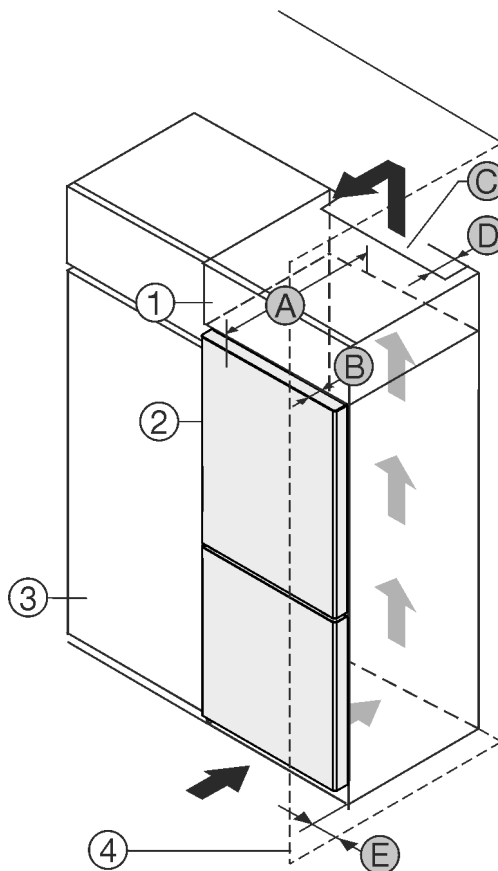

Fig. 1
Puteți amplasa aparatul direct lângă dulapul de bucătărie Fig. 1 (3).
În partea din spate a dulapului suspendat trebuie să existe o fantă de aerisire cu grosimea Fig. 1 (D) pe toată lățimea dulapului suspendat.
Sub tavanul încăperii trebuie să fie respectată secțiunea de ventilație Fig. 1 (C).
Atunci când montați aparatul cu balamalele lângă un perete Fig. 1 (4), distanța dintre aparat și perete trebuie să fie de minim 13 mm.
Atunci când montați aparatul cu balamalele lângă un perete Fig. 1 (4), distanța dintre aparat și perete trebuie să fie de minim 20 mm.
Astfel încât să puteți deschide complet ușa, aparatul trebuie să fie proeminent cu cel puțin adâncimea ușii Fig. 1 (B) față de suprafața frontală a dulapului de bucătărie. În funcție de adâncimea dulapurilor de bucătărie Fig. 1 (3) și utilizarea distanțierelor de perete, aparatul poate ieși mai mult în afară.